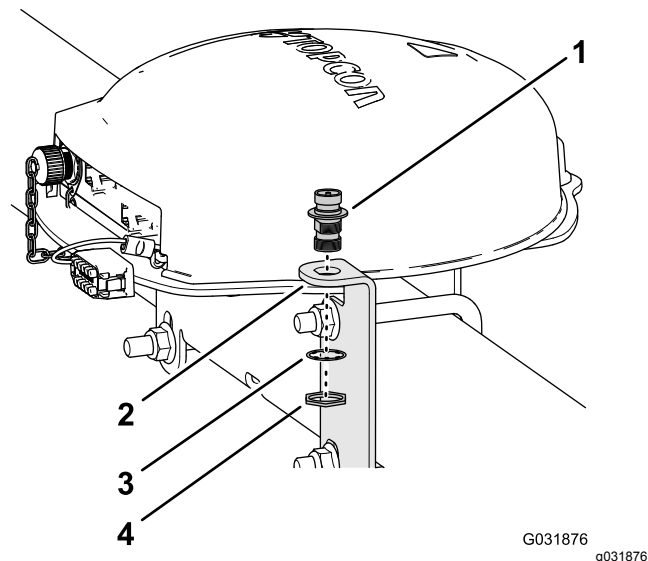

图 127
- 让同轴耦合器穿过 RTK 天线支架上的开口耦合器的隔板螺纹向下图 127。
- 使用锁紧垫圈和锁紧螺母将同轴耦合器安装到天线支架上并用手拧紧锁紧螺母图 127。